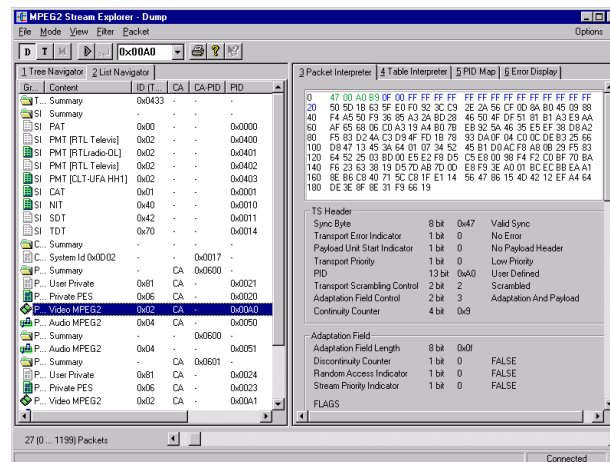

Bild 1: Alle Transportstrom-Details im Griff mit List Navigator und Packet Interpreter
oder in Tabellenform (im Bild 1 links) mit allgemeinen Informationen für alle Einzelströme wie PID, Stream ID, Datenrate und Informationen zur Verschlüsselung. Diese Darstellung ist immer parallel zu jeweils einer weiteren Darstellung verfügbar.
- **PACKET INTERPRETER:** (im Bild 1 rechts) Darstellung eines TS-Paketes im Hex-Format und gleichzeitig als interpretierte Inhaltsliste für alle enthaltenen Elemente. Farbliche Abstufungen für die verschiedenen Paketteile (Header, Adaptation Field, Payload, usw.) schaffen Übersicht. Die Paketauswahl erfolgt entweder über den TS NAVIGATOR oder einen Software-Schiebeschalter, mit dem sämtliche zwischengespeicherten Pakete in ihrer ursprünglichen Reihenfolge anwählbar sind.